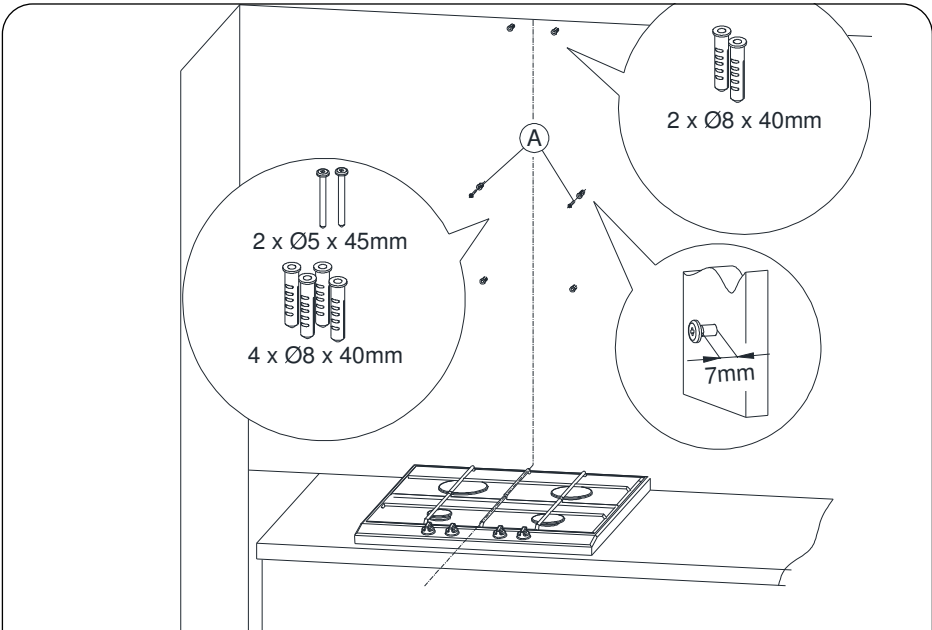

Fig. 5 Installatie van pluggen
2. Steek de pluggen in de geboorde gaten. Schroef in de twee gaten (gemarkeerd met de letter A) ook de schroeven vast, maar laat 7 mm van de schroeflengte buiten de plug (Fig. 5).